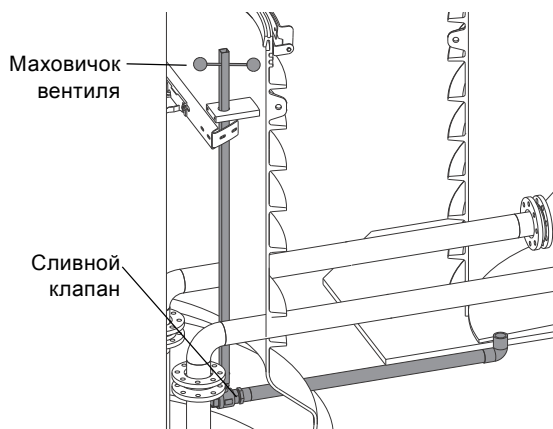

Рис. 36 Сливной клапан
1. Откройте сливной клапан вентиляльной камеры при помощи маховичка, расположенного в канализационной станции, для опорожнения отстойника вентиляльной камеры (см. рис. 36).
7. Закройте сливной клапан в канализационном колодце (см. рис. 36).